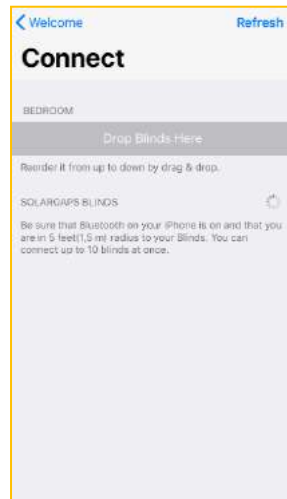

Abbildung 5
10.2.3.2 Die App sucht nach der Jalousie (Abb. 5).